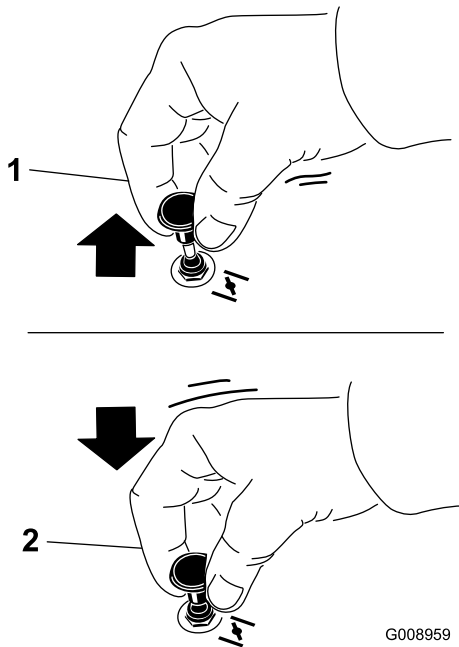

Figure 18
2. Tirez sur la commande de starter pour engager le starter avant d'utiliser le commutateur d'allumage (Figure 18).
3. Poussez sur la commande pour désengager le starter lorsque le moteur a démarré (Figure 18).